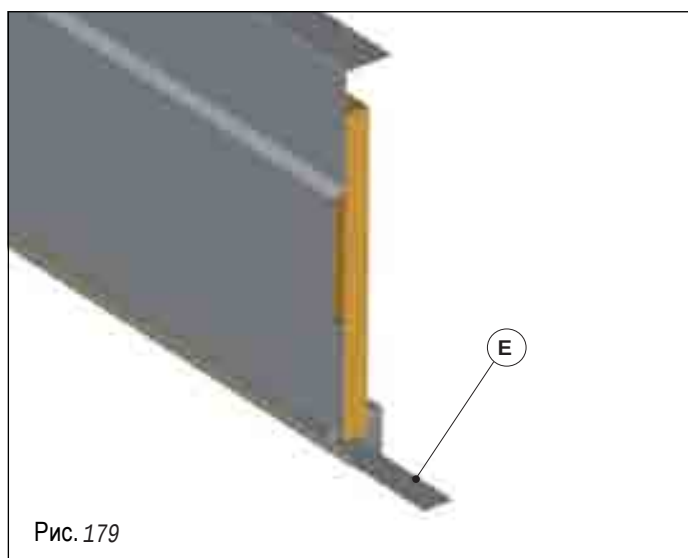

Рис. 179
По окончании операции закрепить с помощью пластинки (Е) нижние профили, используя саморезы (F), как показано на рис. 179 и 180. Для лучшего показа снят боковой фартук и опорный кронштейн.